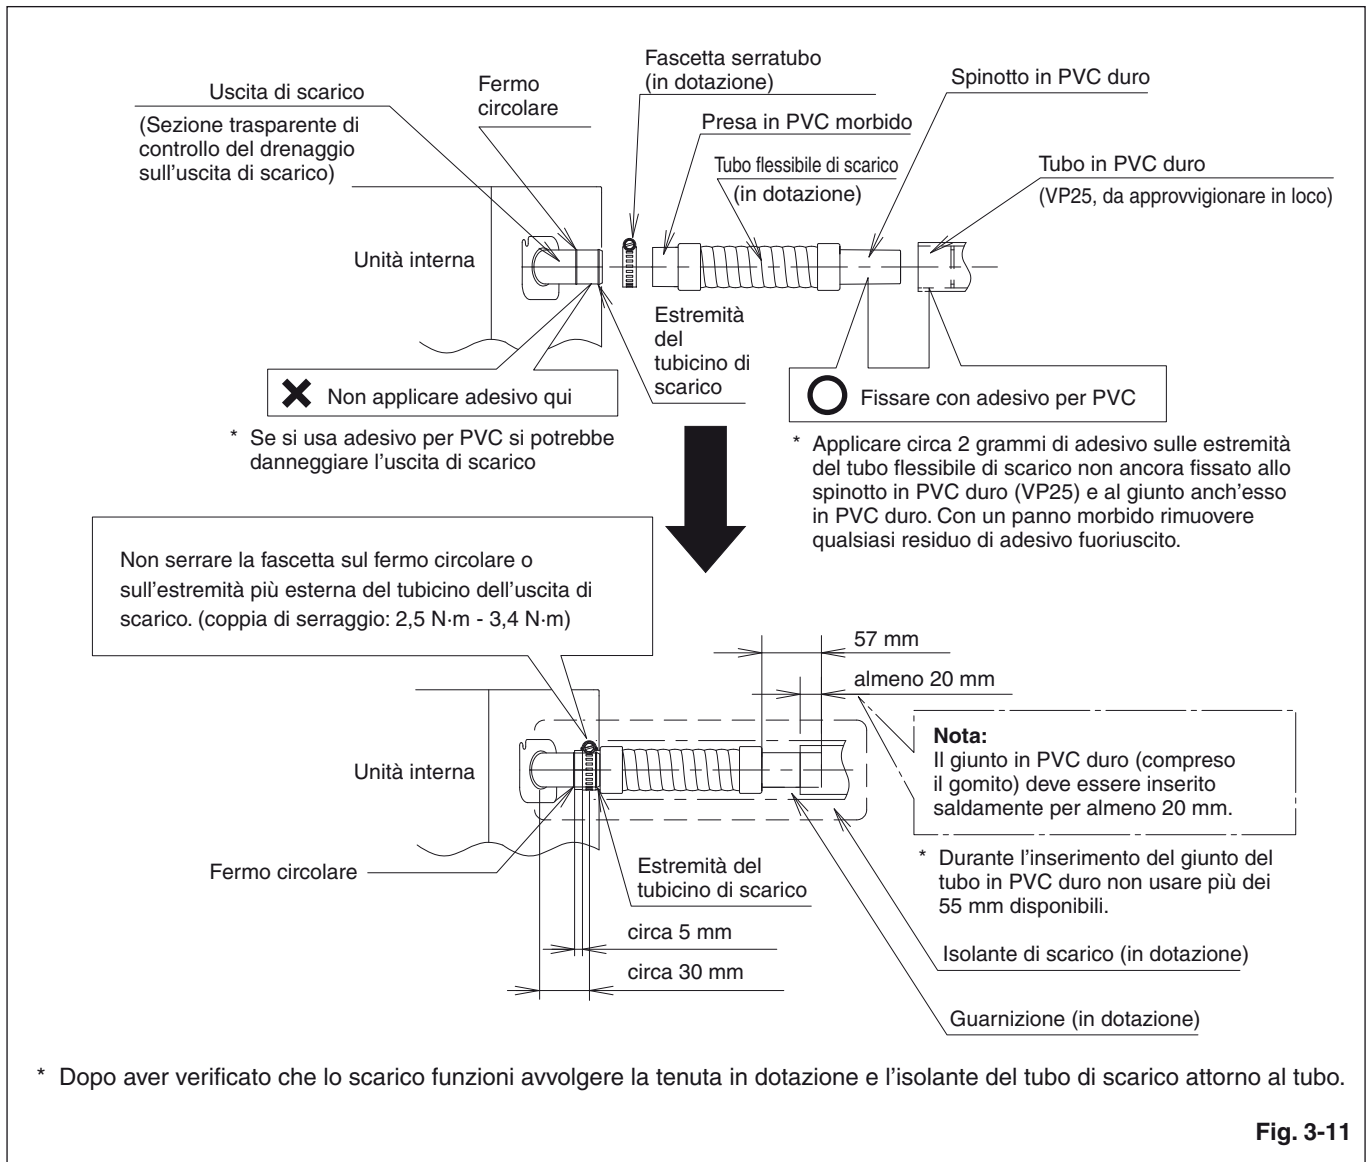

Fig. 3-11
- 3) Collocare la fascetta serratubo a circa 30 mm dalla superficie dell'unità esterna (Fig. 3-11).